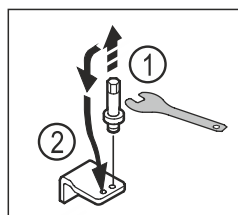

Fig. 17
- Odšroubujte šroub spodního stojanu ložiska pomocí imbusového klíče SW5. Fig. 17 (1)
- Zasuňte čep na opačné straně. Fig. 17 (2)